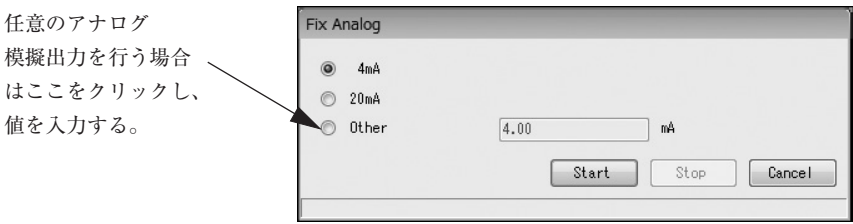

図3-49
- ① メニューの「Diag/Service (T)」をクリックし、「Loop Test」のドロップダウンリストの中から「Fix Analog」を選び再度クリックします。
- ② 次のウィンドウ (図3-49) が表示されます。模擬出力値を選択し、「Start」ボタンをクリックしてください。なお、任意に電流値を決めて出力させる場合は「Other」を選択し、出力させるアナログ値を入力後「Start」ボタンをクリックしてください。
- ③ 「Start」 ボタンをクリックすると、メッセージボックス（図3-50）が表示されます。「OK」 ボタンをクリックすると、「Fix Analog」を開始します。「Cancel」 ボタンをクリックすると、図3-49のウィンドウへ戻ります。